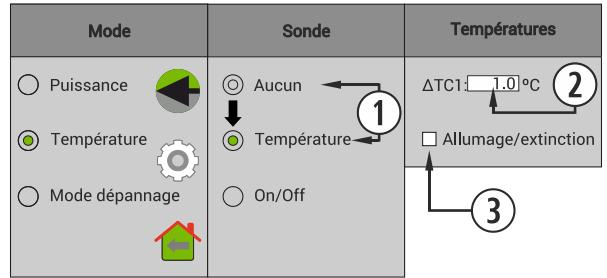

Figure 37
①	L'utilisateur allume le poêle manuellement.
②	Température cible sélectionnée dans le menu principal.
③	$\Delta TC1$ par défaut 1°C (voir figures 37 ou 40).
④	Il change au niveau 1 (minimum).
⑤	Il change au niveau de fonctionnement 9.
⑥	L'utilisateur arrête le poêle manuellement.